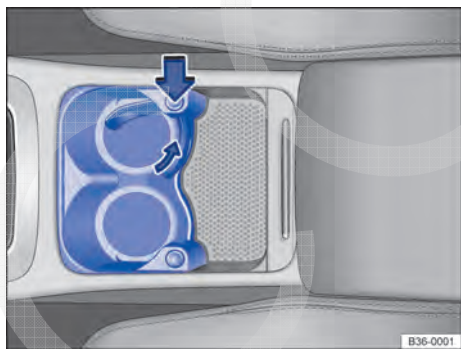

Fig. 232 No console central: porta-bebida dianteiro.
- Apertar o botão ⇒ Fig. 232 (seta grande) para liberar o suporte.
- Desrosquear o engate do suporte de sua fixação, girando no sentido contrário ao da seta menor ⇒ Fig. 232 e removê-lo.